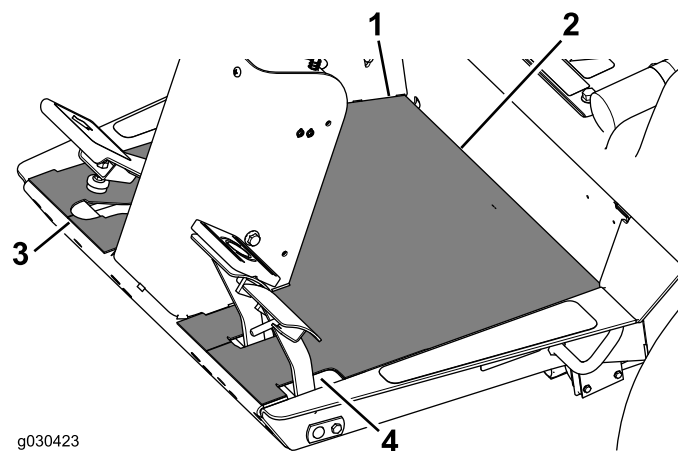

図 26
4. 床板の後ろの縁を、運転台とキックプレートとの交差線に合わせる 図 26。